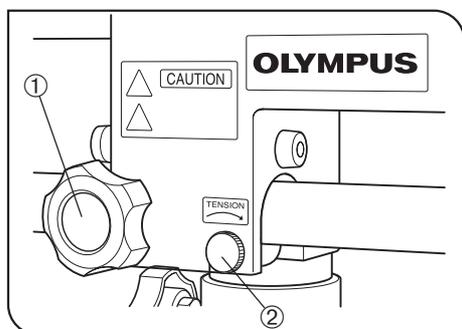

Fig. 16
1. Pour déplacer horizontalement le bras horizontal, desserrer la commande de blocage horizontal ①.
La friction du mouvement horizontal peut être réglée avec la commande de réglage de la friction du déplacement horizontal ②. Tourner la commande dans le sens de la flèche permet d'augmenter la tension. Tourner cette même commande dans le sens contraire permet de diminuer la tension. (Fig. 16)